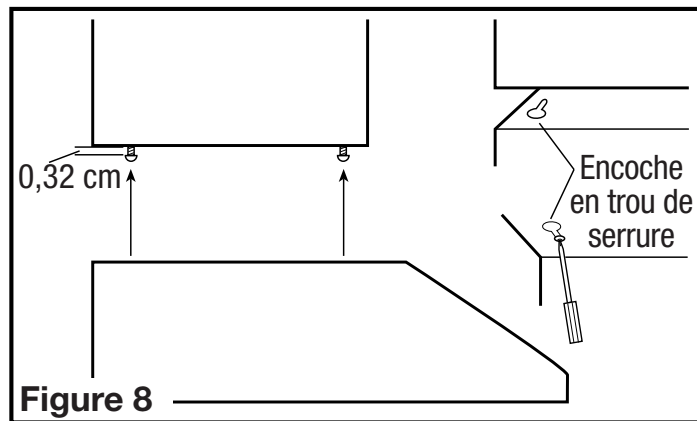

Figure 8
1. Vissez les 4 vis de montage aux endroits préalablement marqués. Laissez un jeu d'environ 0,32 cm. Faites glisser les vis dans les encoches en trou de serrure de la hotte, en prenant soin d'aligner la partie avant de la hotte avec le rebord des armoires. Ensuite, serrez fermement toutes les vis (**Figure 8**).